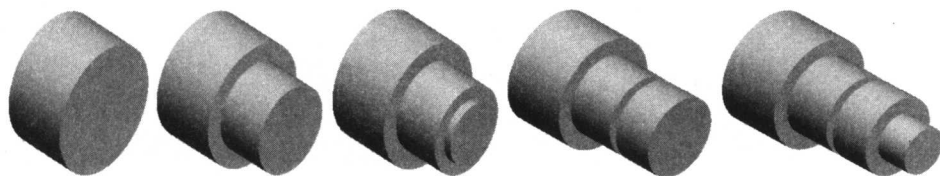

图1-6 “层叠蛋糕”法
**1. “层叠蛋糕”法** 用层叠蛋糕方法创建这个零件, 如图1-6所示, 一次创建一层, 后面一层或者特征加到前一层上。如果改变了某一层的厚度, 在其基础上创建的后面的层的位置也随之改变。